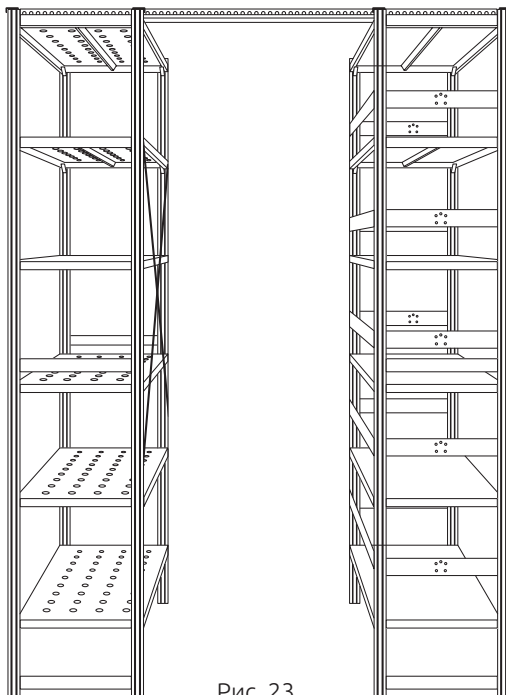

Рис. 23.
2) Поверх стеллажной конструкции (для дополнительной устойчивости стеллажных конструкций) устанавливаются дополнительные связи из профилированного уголка (рис. 23 и 24). Его длина рассчитывается исходя из глубина стеллажей + расстояние (проход) между ними.